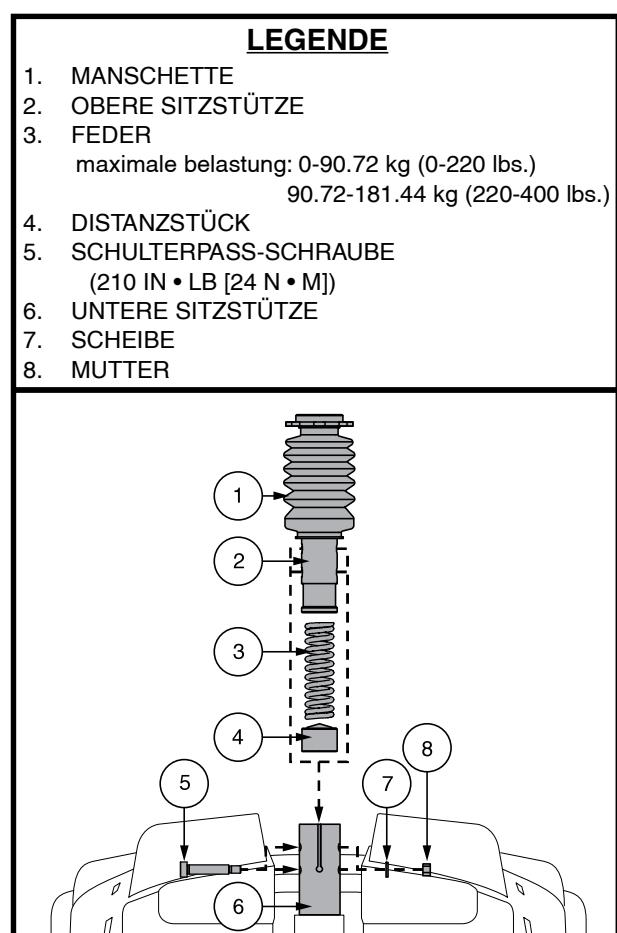

Abb. 20. Einstellung der Sitzhöhe - Gefederte komfort-sitzstütze
4. Drücken Sie die Sitzstütze nach unten, während Sie die Schulterpassschraube, die Unterlegscheibe und die Mutter lösen und entfernen. **Siehe Abb. 20.**
6. Bringen Sie die gewünschte Komfortfeder an. **Siehe Abb. 20.**